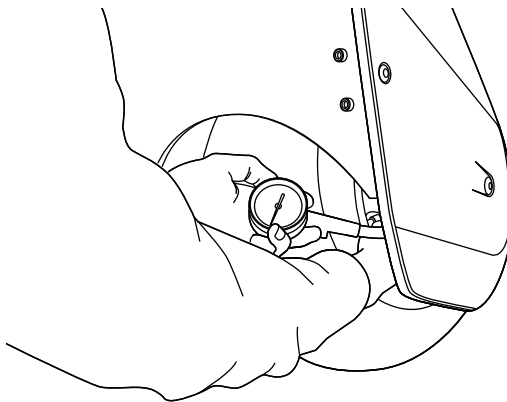

Ilustración 48: comprobación de la presión del neumático delantero desde detrás de la cubierta de la rueda
4. Desde detrás de la cubierta de la rueda, localice el vástago de la válvula y compruebe la presión del neumático (**ilustración 48**).